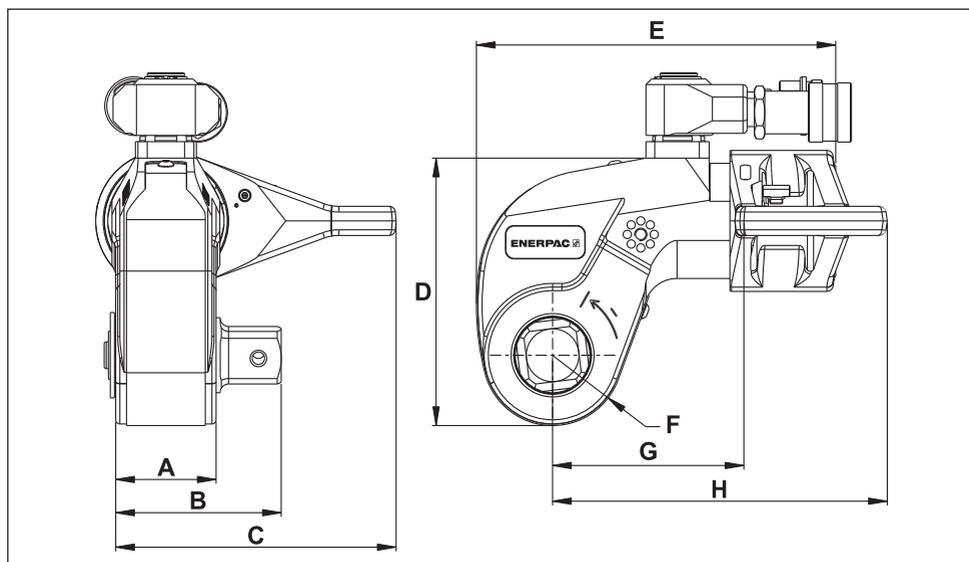

Fig. 28
6.1 Capacidades, dimensões e dados adicionais do produto (Fig. 28)